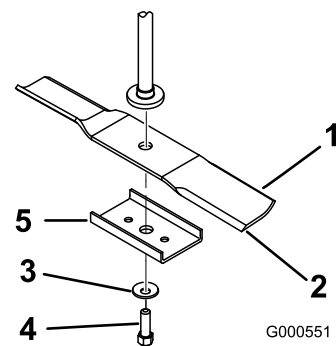

Figure 49
2. Enlevez de l'axe, le boulon, la rondelle bombée et la lame (Figure 49).
1. Placez la lame sur l'axe (Figure 49).
2. Montez le renfort, la rondelle bombée (face concave vers la lame) et le boulon de lame (Figure 49).